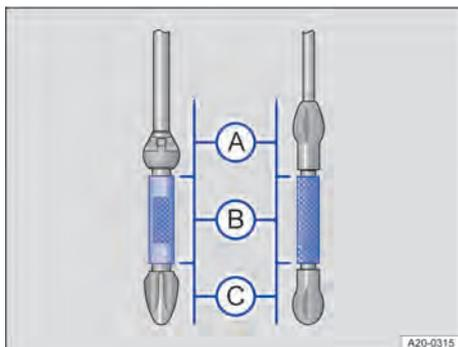

Fig. 177 Varetas de medição do óleo com marcação do nível do óleo do motor (variantes).
7. Retirar novamente a vareta de medição do óleo do motor e ler o nível no óleo do motor na vareta de medição da seguinte maneira → Fig. 177:
12. Verificar novamente o nível do óleo do motor na vareta de medição do óleo antes de reabastecer com mais uma pequena quantidade de óleo do motor. Nunca reabastecer com óleo do motor em excesso → ①.
13. Ao final do processo de reabastecimento, o nível do óleo do motor deve se situar no mínimo no meio da faixa → Fig. 177 ②. O nível do óleo do motor não pode se situar na faixa → Fig. 177 ③ → ①.
14. Se, por descuido, tiver sido reabastecido muito óleo de motor e o nível de óleo de motor estiver na faixa → Fig. 177 ④, **não ligar o motor**. Notificar uma empresa especializada qualificada para isso. A Volkswagen Veículos Comerciais recomenda a Concessionária Volkswagen.
- Se o nível de óleo do motor estiver na faixa → Fig. 177 ④, não dê partida ao motor e notifique uma empresa especializada qualificada para este fim.